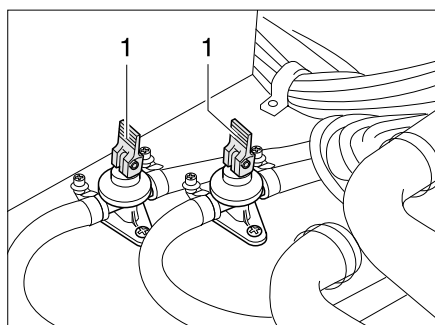

Bild 122 Ablasshähne
- Ablasshähne schließen. Dazu die Kipphebel (Bild 122,1) waagrecht stellen.
- Ablasshähne (Bild 122) öffnen. Dazu die Kipphebel (Bild 122,1) senkrecht stellen. Der Boiler wird über die Ablasshähne nach außen entleert.